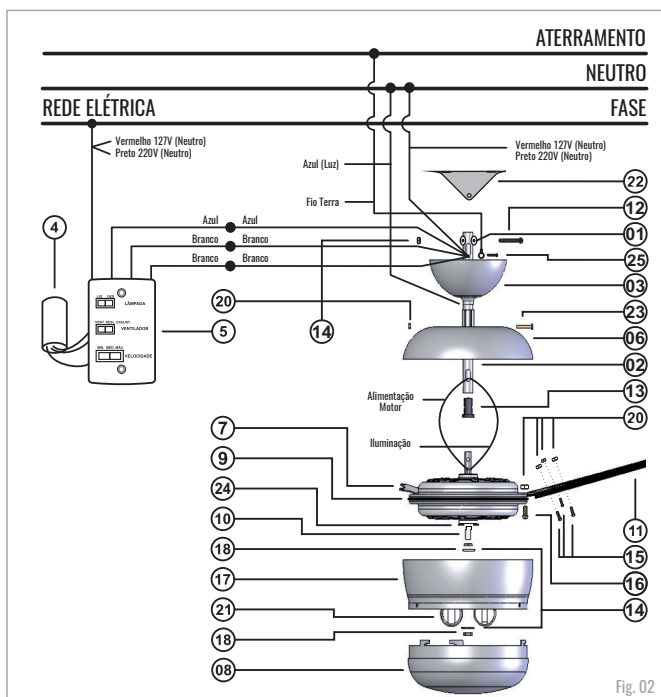

Fig. 02
11º - Prenda o conjunto (motor, bucha, haste e prato superior) com o parafuso (23) e porca (20). Conforme fig. 02;